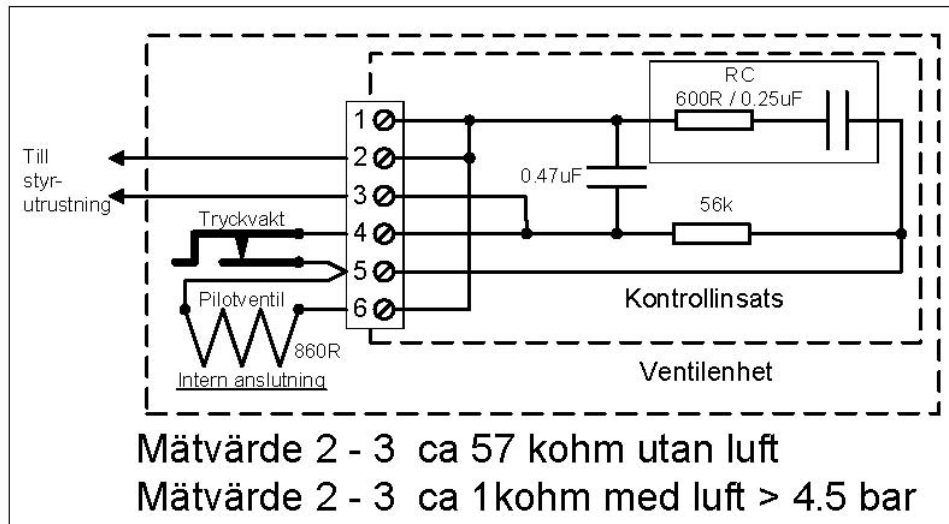

Bild 4: Kopplingsschema
Vid strömlös pilotventil enligt bild 4 byggs trycket upp ovanpå huvudmembranet (20) genom luften från pilotventilen, samt under membranet genom trycket på inloppssidan i huvudventilen.